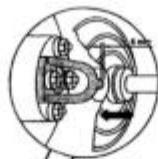

Рисунок 27
5. Пододвиньте приводную скобу к приводному адаптеру, оставив зазор 5 мм (рис.27). Приводная скоба должна смотреть точно в центр переходника.